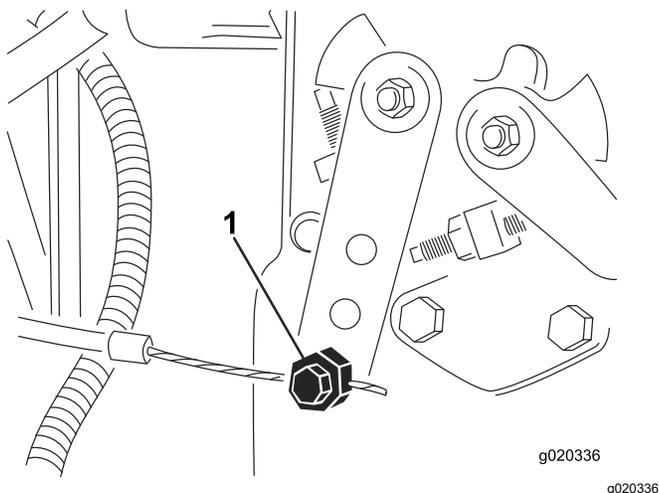

Figura 78
2. Allentate il connettore del cavo dell'acceleratore sul braccio della leva della pompa di iniezione (Figura 78).